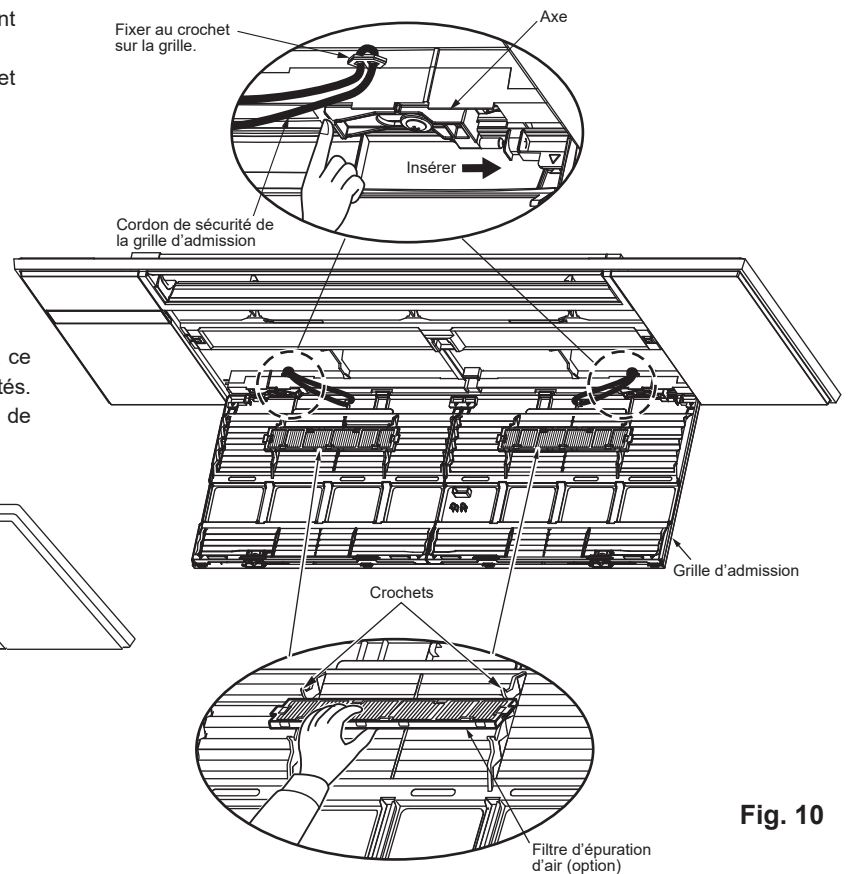

Fig. 10
12. Fixez les filtres d'épuration d'air (option) aux crochets qui leur sont destinés sur la grille d'admission. (Fig. 10)